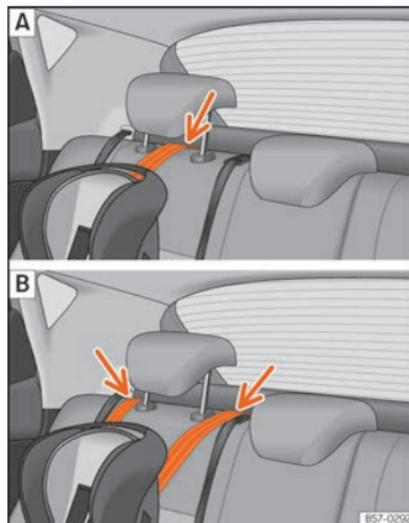

Fig. 28 Bancos traseiros: ajuste e montagem em função do cinto Top Tether.
- Coloque a correia por baixo do encosto de cabeça do banco traseiro »» Fig. 28 (em função das instruções da própria cadeira, levante ou retire o encosto de cabeça, se for necessário).